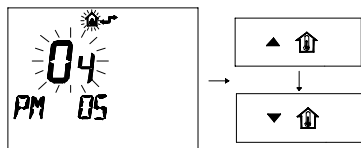

Figura 8.12
- Modificare il SET programmato agendo sui pulsanti ▲  o ▼  ed aspettare che il numero programmato cominci a lampeggiare Figura 8.12.